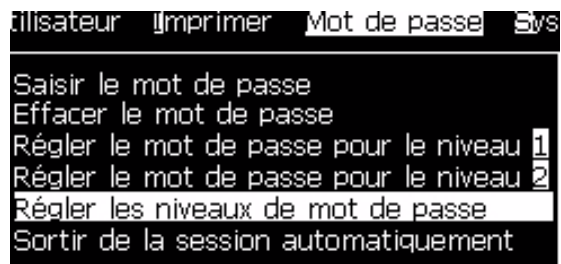
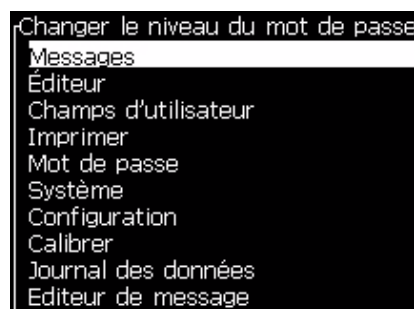
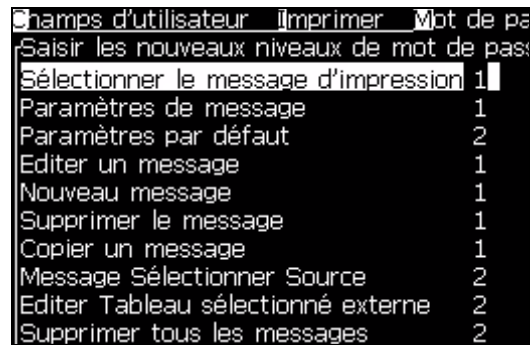

Figure 4-8: Configurer les niveaux du mot de passe
Figure 4-9: Changer le niveau du mot de passe
Figure 4-10: Saisissez les nouveaux niveaux de mot de passe
- 1 Appuyez sur *Alt + w* et sélectionnez *Régler les niveaux de mot de passe* (voir la section Figure 4-8) pour ouvrir l'écran *Modifier niveaux du mot de passe* (voir la section Figure 4-9).
- 2 Sélectionnez le menu (voir la section Figure 4-9) qui nécessite un changement d'accès du niveau de mot de passe et appuyez sur la touche *Entrée*. L'écran *Saisir Mot de passe* apparaît (voir la section Figure 4-10 à la page 4-7).